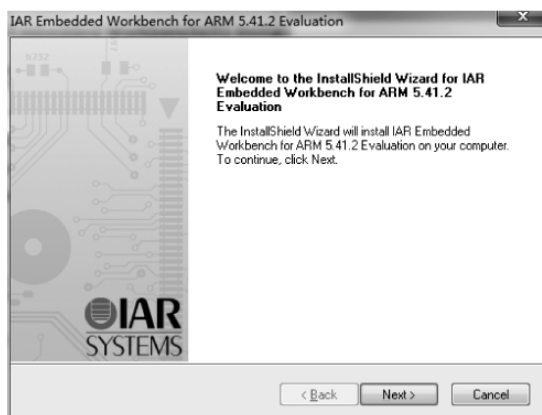

图 3.4 安装 IAR(3)
(3) 进入 IAR 安装过程,单击 Next 按钮,如图 3.4 所示。